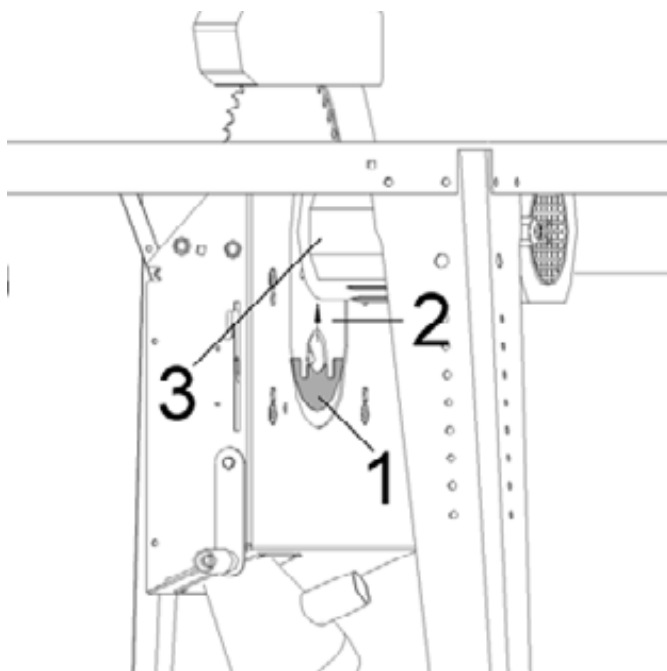

Abb. 60
3. Schieben Sie je nach Bedarf ein oder zwei Ausgleichsplatten (1) von unten zwischen Motorführungsplatte (2) und Motor (3) (siehe Abbildung 60)
3. Push the first compensation metal (1), if necessary the second one from below between motor guidance plate (2) and motor (3) (Fig. 60)
3. Introduisez en cas échéant, un ou deux tôles de compensation (1) de dessous à travers la plaque de guidage moteur (2) et moteur (3) (fig. 60)
3. Schuif al naargelang een of twee compensatieplaten (1) van onderen tussen de geleidingsplaat (2) van de motor en de motor (3) (zie afbeelding 60)
3. Skjut in efter behov 1 - 2 bleckbrickor (1) från undersidan mellan motorstyrplattan (2) och motorn (3) (Se bild 60)